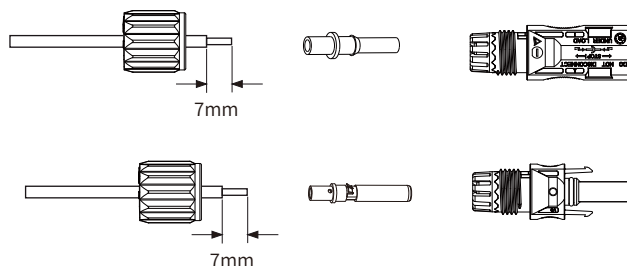

Fig. 3.3 Desmontaje de la tuerca del conector
a) Pele unos 7 mm del cable de CC y desmonte la tuerca del conector (véase la fig. 3.3).